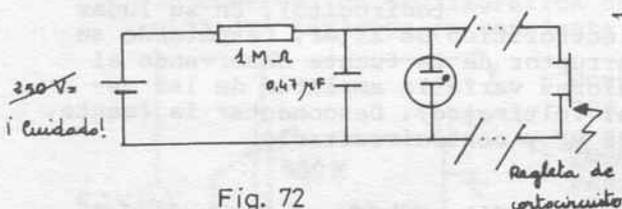

Fig. 72
P.1.- Montar el circuito adjunto (fig.72) ¿produce destellos la lamparita de neon?